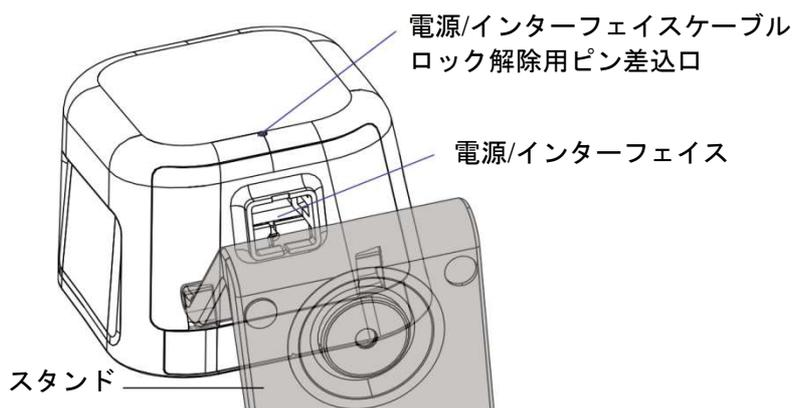

図 2.スキャナ機能 -底面図
- ① 図 2(6 ページ)に示すように、ロック解除用ピン差込口にクリップなどを差し込んで、ロックを解除した状態で電源インターフェースケーブルを抜きます。
- ② インターフェースケーブルを抜いた後、スタンドの底面を正面(前面ウィンドウの方向)に向かって引っ張って、スキャナから取り外します。正しい方向に引っ張れば、簡単に外れます。